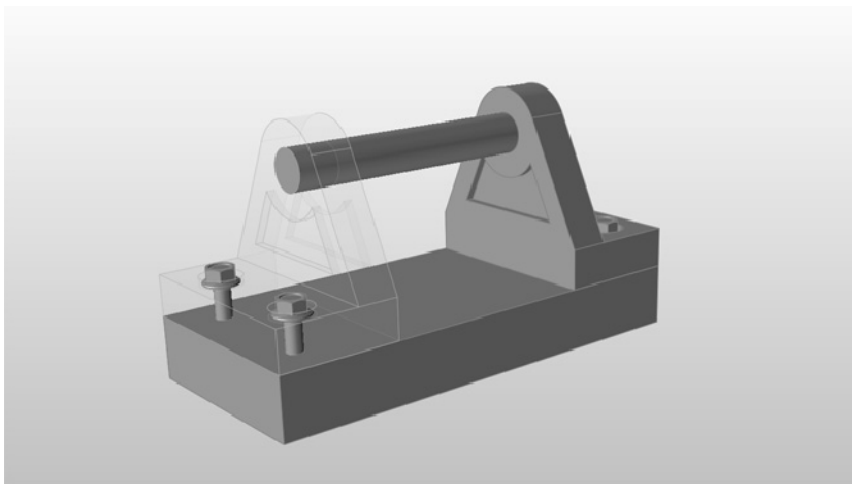

图 2-13
- 6) 按住〈Shift〉键，同时单击一个透明零件，如图 2-13 所示。注意：按住〈Shift〉键后，光标即变为。